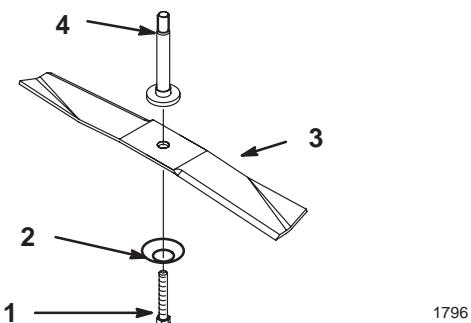

Bild 24
- Entfernen Sie die Schraube, Wellenscheibe und das Schnittmesser (Bild 24). Sie können einen Holzklotz zwischen das Schnittmesser und das Mähwerk keilen, um das Schnittmesser beim Entfernen der Schraube zu blockieren.